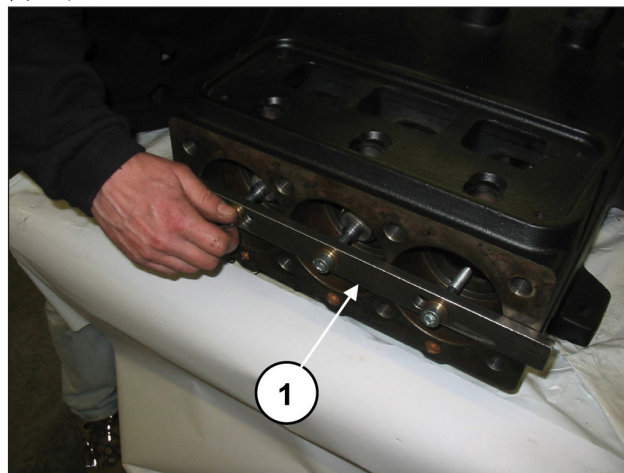

图 26
将半连杆向液压部分的方向前移, 使之从轴中出来。为方便操作, 可使用专用工具 (编号 27566200), (位置①, 图 26)。